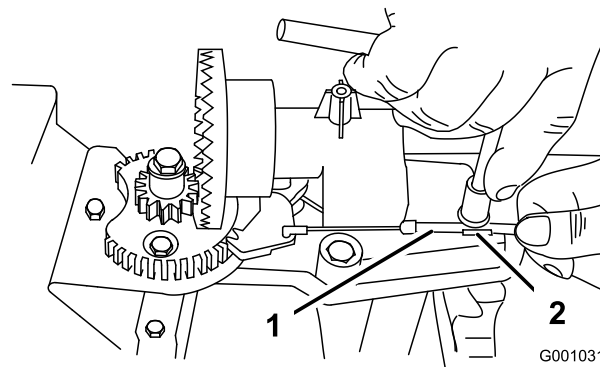
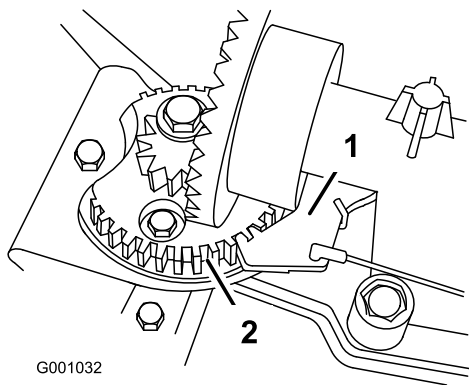

Figure 56
Figure 57
- Desserrez le boulon du serre-câble (Figure 56).
- Saisissez la gaine du câble et déplacez-la vers l'avant de la machine jusqu'à ce que le cliquet de verrouillage de l'éjecteur s'engage complètement dans les dents du secteur (Figure 56 et Figure 57).
Remarque: Le cliquet est rappelé par ressort et s'engage naturellement dans les dents du secteur (Figure 57).